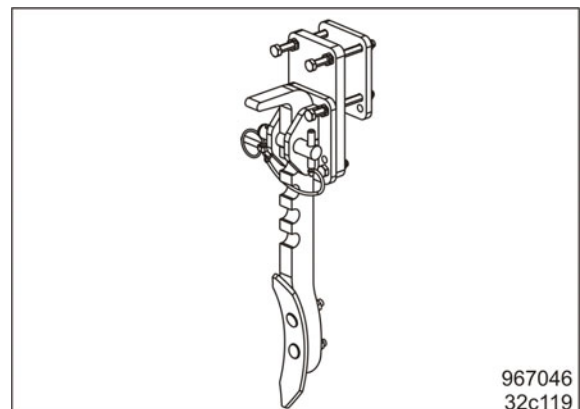

Fig. 25
- Sporldøsnere, stiv (Fig. 25)